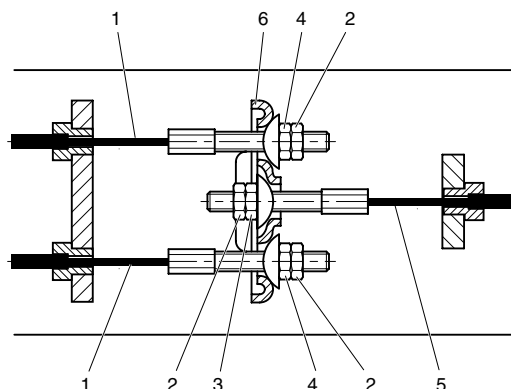
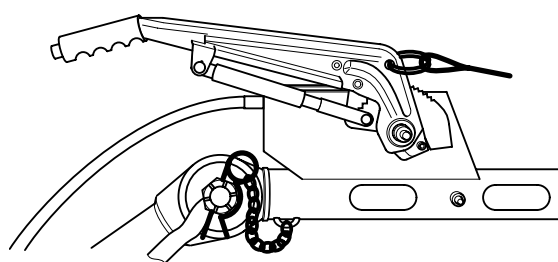

Fig. 5.7 Arrangement bremsekabler
Fig. 5.8 Håndbremsegreb nede - bremse ikke aktiveret
Kontroller udlignerens position (Fig. 5.7, 6) med parkeringsbremsen aktiveret.
Check alle låsemøtrikker (Fig. 5.7, 2).
1. Med trækøjet trukket helt ud og håndbremsen trykket ned (fig. 5.8) løsnes låsemøtrikkerne (fig. 5.7, 2). Justeringsmøtrikkerne og bremsekabelmøtrikkerne (fig. 5.7, 4) drejes med uret, indtil der ikke er slæk i bremsemekanismen.
Udligneren (fig. 5.7, 6) skal være vinkelret på hovedbremsekablet (fig. 5.7, 5).
2. Aktiver håndbremsen nogle gange og gentag justeringen. Møtrikkerne låses med låsemøtrikker (fig. 5.7, 2). Fjern hejseværk og klodser.